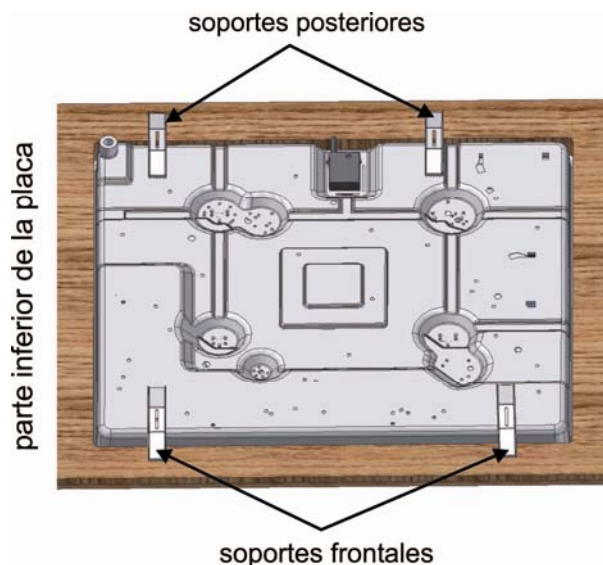

Fig. 6
5. Fije la placa con los cuatro soportes que se incluyen junto con las demás piezas de conexión (fig. 6 y 7).